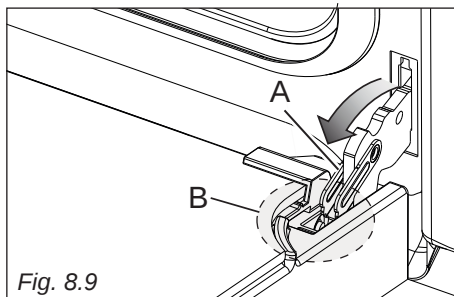
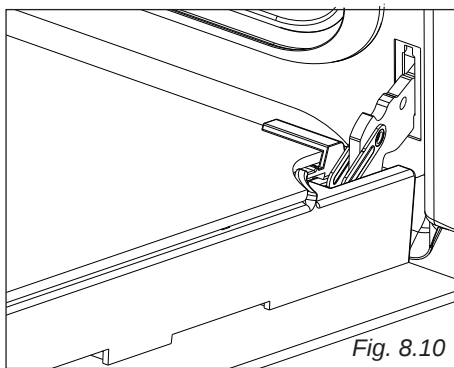

Fig. 8.9
Fig. 8.10
- Aprire completamente la leva "A" delle cerniere destra e sinistra (fig. 8.9).
- Socchiudere dolcemente la porta (fig. 8.10) fino a quando le leve "A" delle cerniere destra e sinistra si agganciano alla parte "B" della porta (fig. 8.9).
- Fully open lever "A" on the right and left hinges (figure 8.9).
- Gently close the door part-way (figure 8.10) until levers "A" of the right and left hinges hook onto part "B" of the door (figure 8.9).